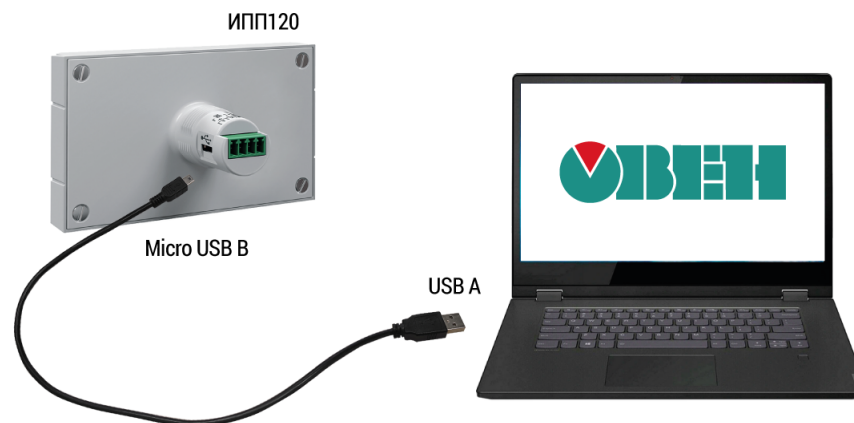

Рисунок 1.1 – Подключение панели ИПП120 к ПК
2. Подключить панель ИПП120 к ПК проводом Micro-USB, см. рисунок 1.1. Панель подключается по USB к ПК без подачи питания 24 В.